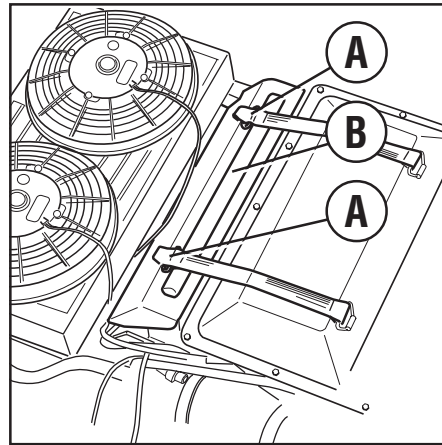

Abb. 56
- 2 - die zwei Gummi-Zugstangen (A Abb. 56) aushängen und die Filterschutzabdeckung (B Abb. 56) entfernen.